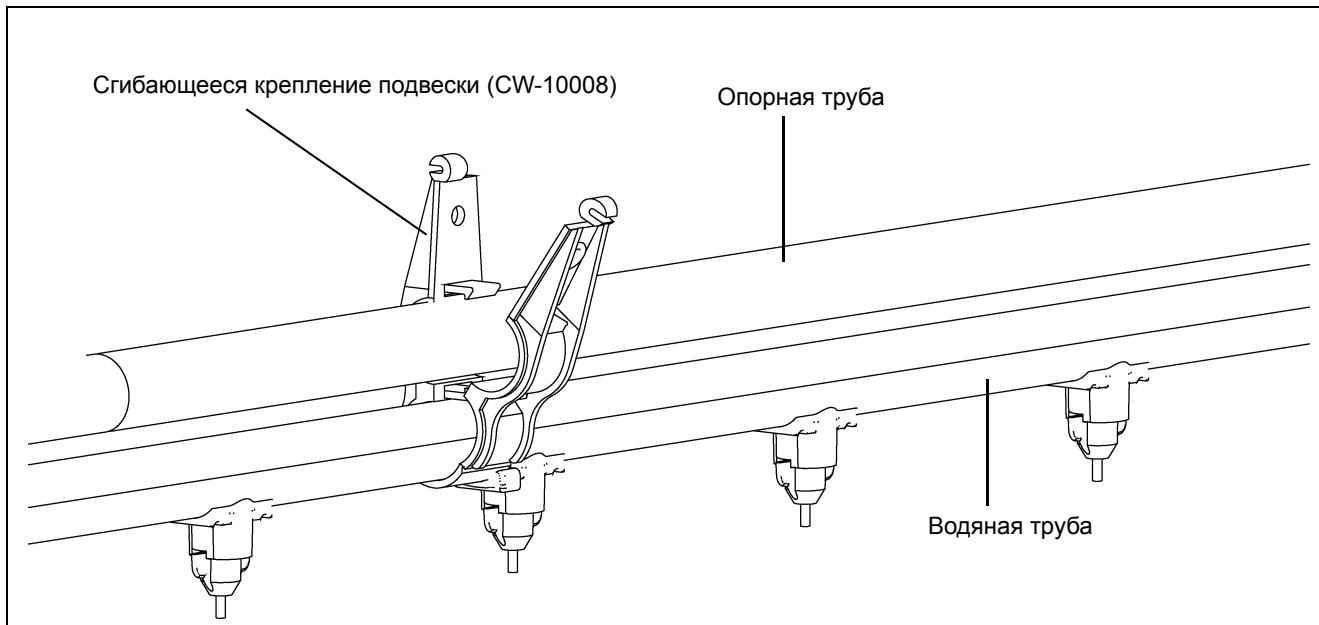

Рисунок 6F
3. Оберните крепления подвески (CW-10008) вокруг водяной трубы и опорной трубы и закрепите их вместе. (*См. Рисунок 6F.*) Равномерно распределите 5-6 креплений подвески по водяной трубе. По крайней мере, два (2) крепления подвески должны быть закреплены в ниппельных седлах, предпочтительно возле торцов трубы и непосредственно под подвесным шнуром, если возможно.